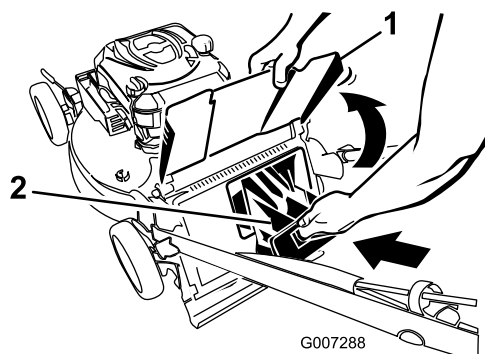

Figure 24
4. Installez l'obturateur d'éjection arrière (Figure 24).